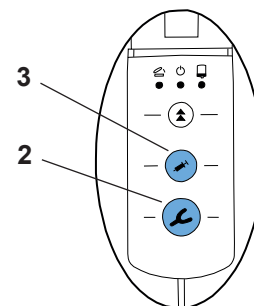

Abb. 8
- Wird ohne vorherige Programmauswahl eine Taste zum Auspressen (Abformlöffel (2, Abb. 8) oder Dispenser (3, Abb. 8) gedrückt, aktiviert das Gerät automatisch das ST^{r} -Programm. Die LED neben der ST^{r} -Taste leuchtet.